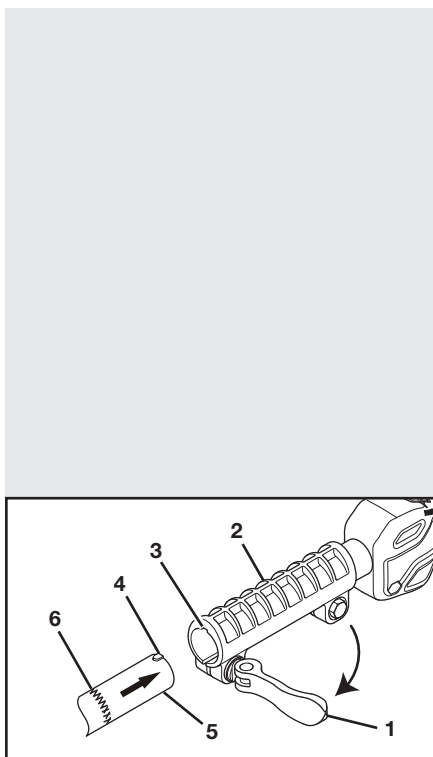

Fig. 1
1. Jale la palanca de bloqueo (1) hacia afuera del collar de bloqueo (2). Alinee la ranura (3) en el collar de bloqueo con la llave correspondiente (4) en el extremo del mango de la sopladora (5) (Fig. 1).
2. Introduzca el mango de la sopladora dentro del collar de bloqueo hasta que la marca de instalación (6) se una con el collar de bloqueo.